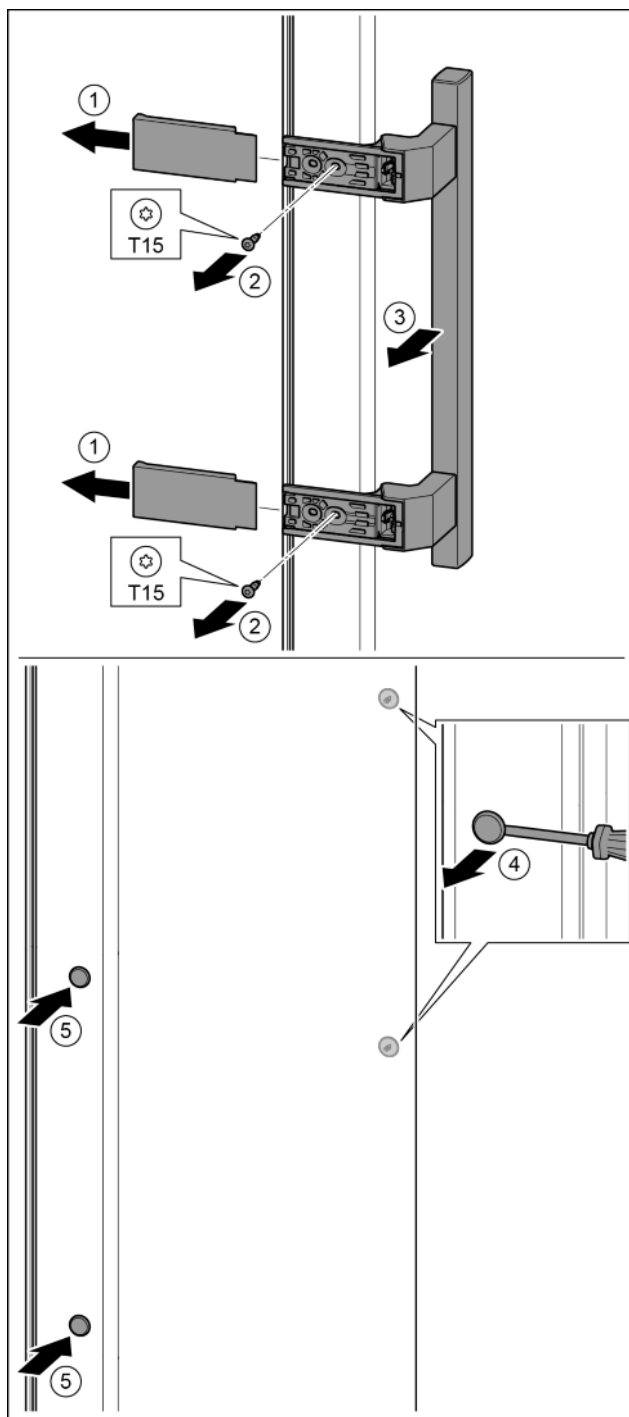

Fig. 33
- togliere la copertura. *Fig. 33 (1)*
- Con il cacciavite T15 svitare le viti. *Fig. 33 (2)*
- Togliere la maniglia. *Fig. 33 (3)*
- Con un cacciavite sollevare con attenzione i tappi laterali ed estrarli. *Fig. 33 (4)*
- Inserire nuovamente i tappi sull'altro lato. *Fig. 33 (5)*